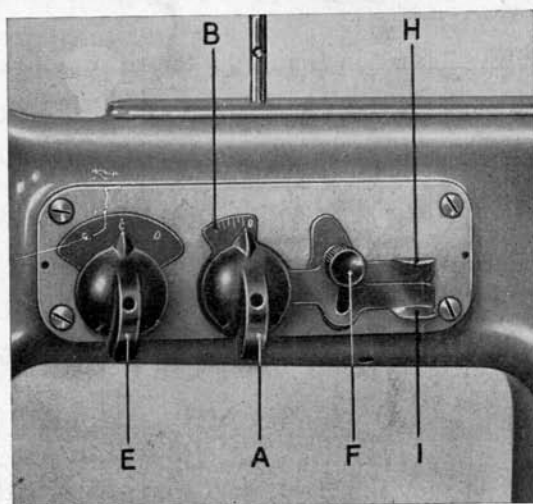

Fig. 16
For straight sewing move knob « A » (fig. 16) so that its index is on the « 0 » (that is on the right) which is marked on the graduated scale « B ». Lower index stop levers « H » and « I » and tighten knob « F ».
You can sew straight in the centre, right or left positions by placing knob « E » (fig. 16) in position « C » « D » or « S » marked on the plate.
- 1) Place index of knob « E » (fig. 16) in position « C ».